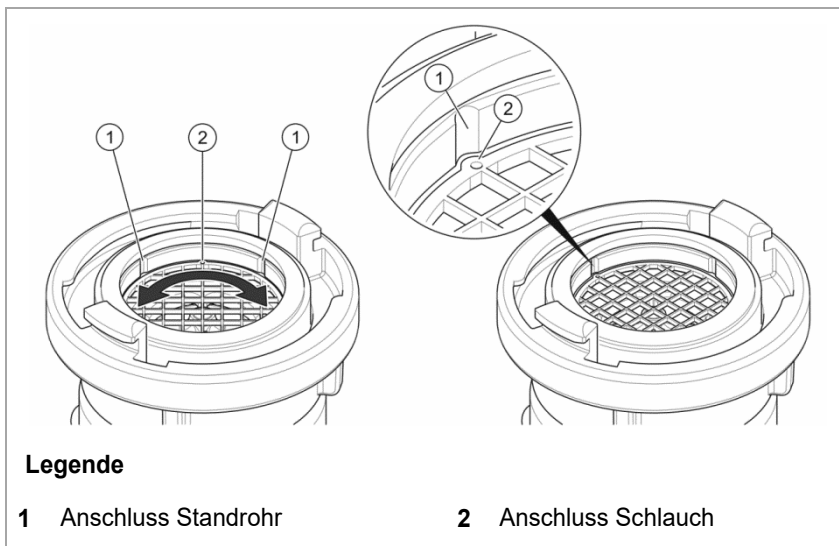

Fig. 3 Sieb herausnehmen
1. Das Sieb mit einer Spitzzange oder einem anderen geeigneten Werkzeug so weit drehen, bis die beiden gegenüberliegenden Markierungspunkte (Fig. 3/2) mit den Nasen in die Aussparungen (Fig. 3/1) im Innendurchmesser fluchten.